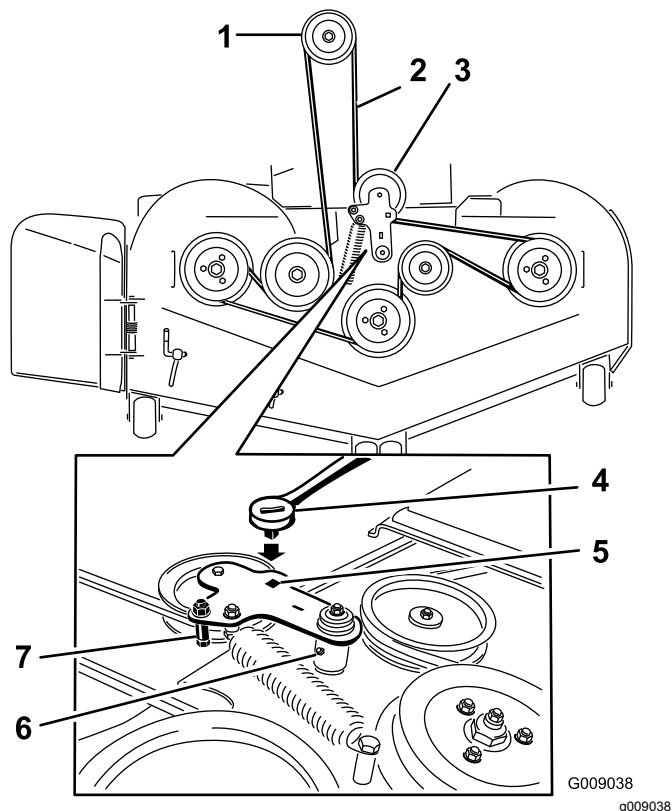

Figura 91
7. Inserite un cricchetto nel foro quadrato del braccio di rinvio per allentare la molla del tenditore (Figura 91).
9. Togliete il guidacinghia dal braccio di rinvio a molla (Figura 91).
11. Montate la nuova cinghia attorno alle pulegge del tosaerba e alla puleggia della frizione, sotto il motore (Figura 91).
12. Montate il guidacinghia sul braccio di rinvio (Figura 91).
13. Con il cricchetto nel foro quadrato, montate la molla del tenditore (Figura 91).